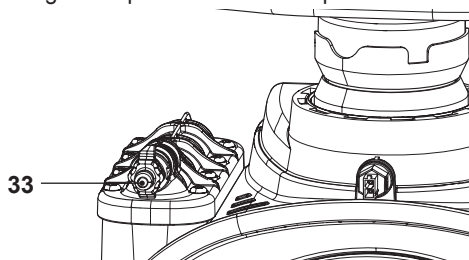

Figura 6.4
- Prima di allentare il raccordo di sfianto scambiatore primario condensante 33 in Figura 6.4 collegare un tubicino di scarico al portagomma per far defluire l'acqua in uscita.